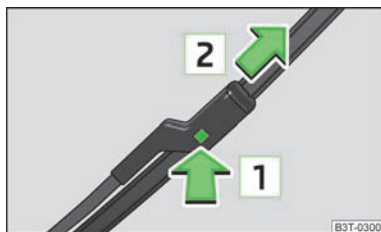

Fig. 50
- › Pentru deblocarea lamelei ștergătorului, apăsați siguranța  » fig. 50 și detașați-o în sensul săgeții .